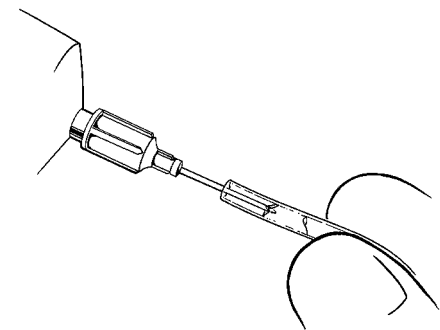

Abbildung 4-22. Spülen der Schläuche
3. Eine stumpfe 22-G-Nadel verwenden, um die Enden der Schläuche (**Abbildung 4-22**) mit physiologischer Kochsalzlösung zu spülen und Partikel und Luft vor dem Anschließen zu entfernen.